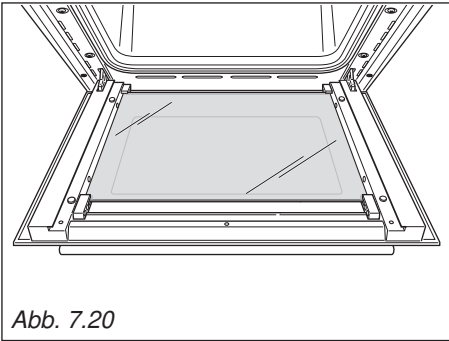

Abb. 7.20
- Entfernen Sie das mittlere Glassegment durch vorsichtiges Bewegen von den Halteklammern, siehe Abb. 7.20.